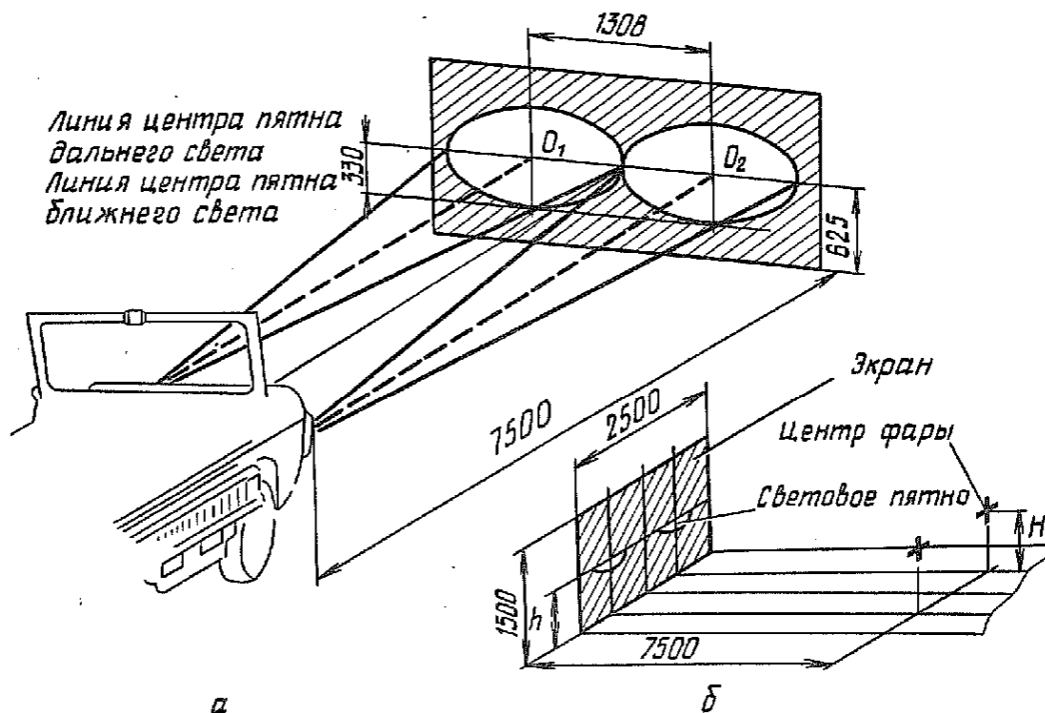

Рис. 96. Регулировка направления света фар:
2.6.2. Разметить экран, как показано на рис. 96,а.
2.7.2. Нанести на экране (стене) три вертикальные линии (рис. 96,б): среднюю — против оси автомобиля и две боковые — против центров фар, и одну горизонтальную линию на расстоянии $h=0,7H$ от уровня площадки (H — высота центров фар автомобиля от уровня площадки).